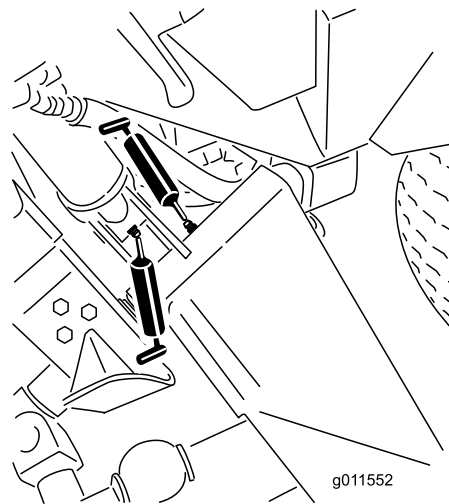
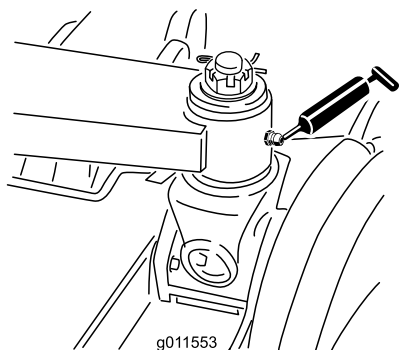

Figura 50
Figura 51
- 6 casquillos de brazos de elevación principales (Figura 50 y Figura 51)